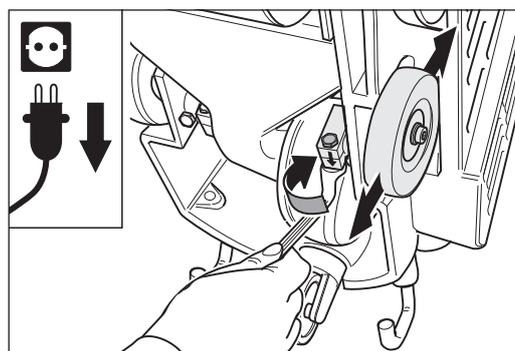

Abb. 44 Lösen der Schraube an der rechten Radklemmung.
- 7 Lösen Sie die Klemmschraube an der Radklemmung des verstellbaren Rades und legen Sie die Einstellvorrichtung nochmals an das Maschinengehäuse an (Abb. 44).